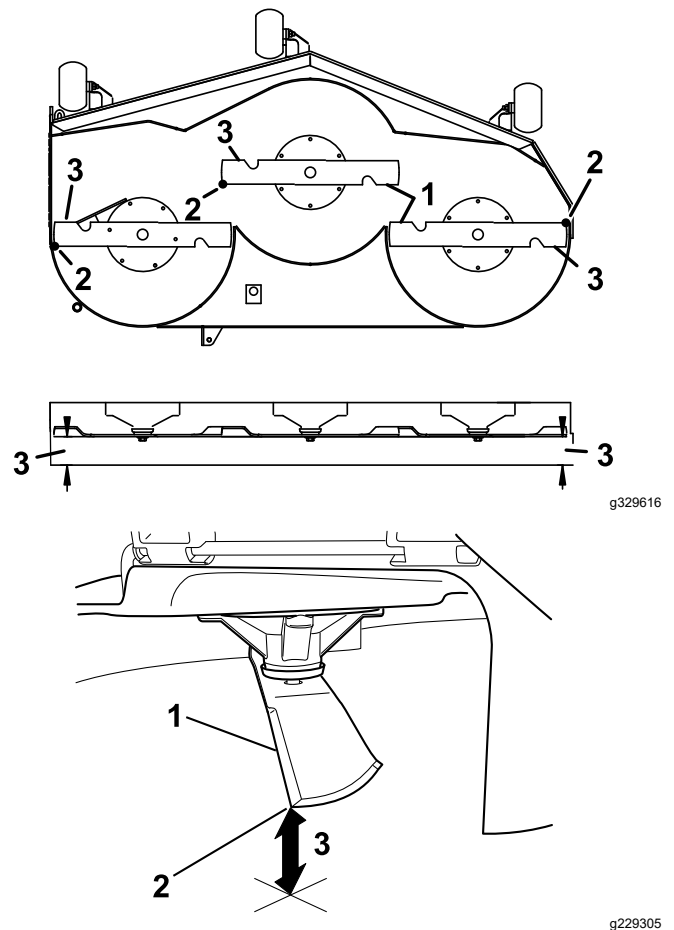

Bild 77
6. Messen Sie den Abstand zwischen der Messerspitze und der ebenen Oberfläche (Bild 77). Wenn beide Messwerte nicht innerhalb von 5 mm liegen, stellen Sie die Nivellierung ein; fahren Sie mit diesen Schritten fort.